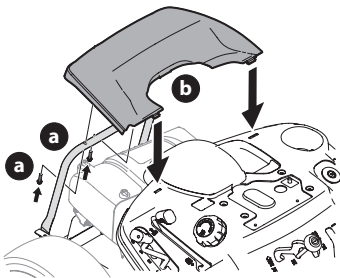

Figura 14
- Extraiga los dos tornillos hexagonales instalados en fábrica (a) que están ubicados en la tapa trasera del motor (b). Guarde los tornillos hexagonales (a) para uso posterior (Figura 14).
- Coloque la tapa trasera del motor (b) ubicándola en su lugar (Figura 14). Incline la tapa trasera del motor (b) hacia adelante para que calce dentro de las ranuras provistas, luego rótelas hacia atrás para alinear los orificios de montaje.
- Sujete la tapa trasera del motor (b) con los dos tornillos hexagonales (a) que se extrajeron en el Paso 1. No ajuste demasiado (Figura 14).